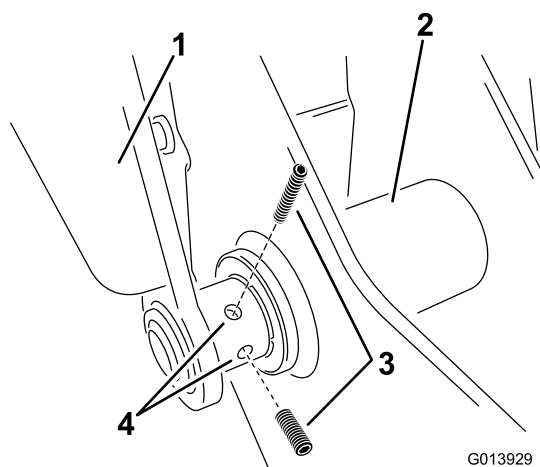

Figure 6
15. Placez 2 vis de maintien sur le bras gauche au point d'articulation inférieur (Figure 6).